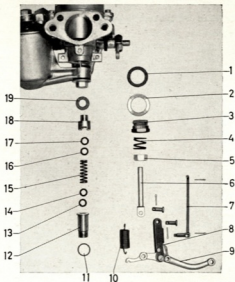

Fig. 8. Dispositif de gicleur désassemblé.
2. Enlevez la goupille de la tête du gicleur et la goupille supérieure du bras et ensuite le levier. Voir figure 8.